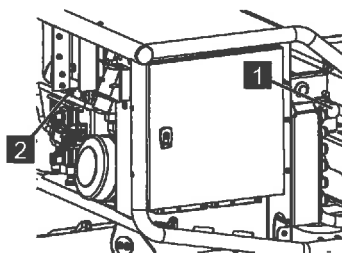

Abb. 208
3. Nach dem Servicebetrieb das Ventil [LS] (Abb.208/2) komplett heraus drehen, das Ventil [Stütze Kette] (Abb.208/1) gegen den Uhrzeigersinn entriegeln und die Abdeckhauben wieder anschrauben.